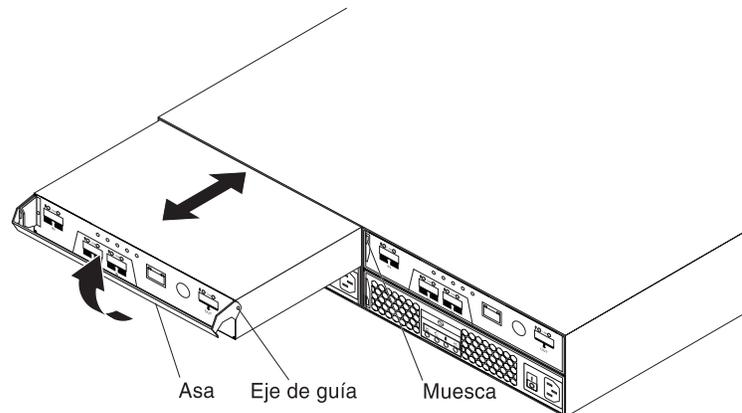

Figura 53. Extracción de un controlador
- b. Tire lentamente del asa hacia afuera para extraer el controlador de la bahía, tal como se muestra en la Figura 53.